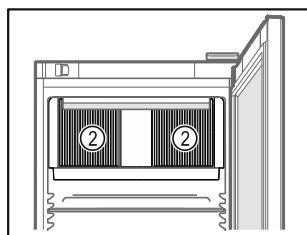

Fig. 59
- Păstrați libere fantele de ventilație Fig. 59 (2) ale suflantei de recirculare a aerului din interior.